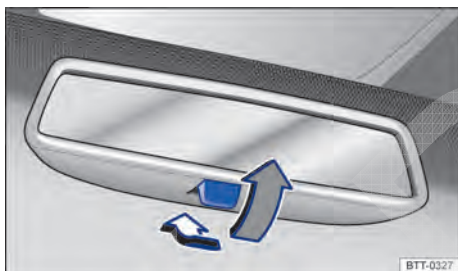

Fig. 102 No para-brisa: espelho retrovisor interno com antiofuscante manual.
- Para evitar o ofuscamento, puxar a alavanca para trás \Rightarrow Fig. 102.